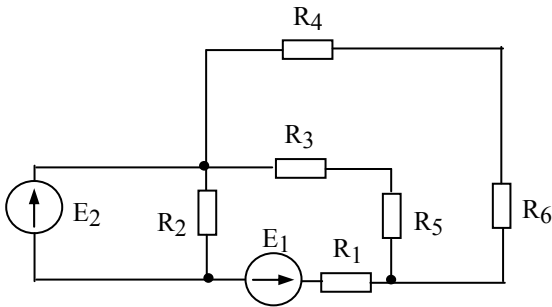

Рис.1.4.16
1.4.16. В заданной цепи (рисунок 1.4.16) определить токи в ветвях, составить баланс мощностей. Параметры элементов цепи:  $E_1=20$  В,  $E_2=100$  В,  $R_1=10$  Ом,  $R_2=25$  Ом,  $R_3=12$  Ом,  $R_4=5$  Ом,  $R_5=8$  Ом,  $R_6=15$  Ом.